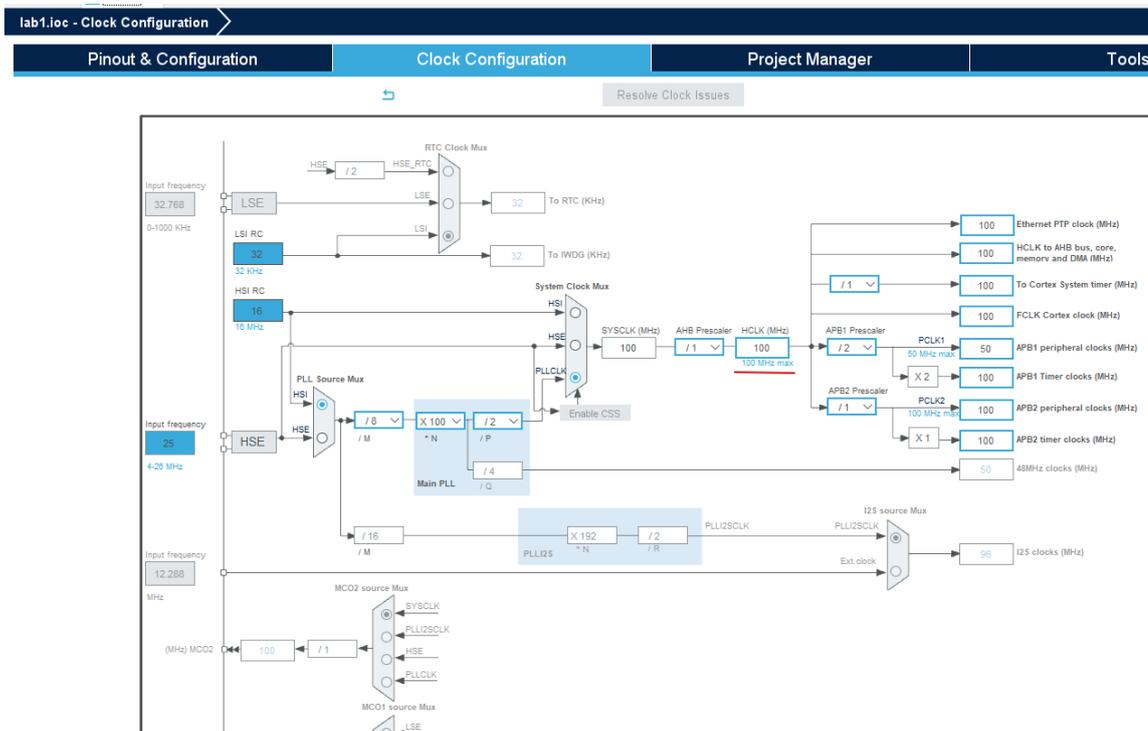

Рис. 1.7 – Налаштування тактування
1.16. На вкладці Clock Configuration основної робочої області встановити джерело тактування мікроконтролера від зовнішнього кварцового 17 резонатора і встановити максимальну частоту роботи мікроконтролера – 100 МГц, рис.1.7.